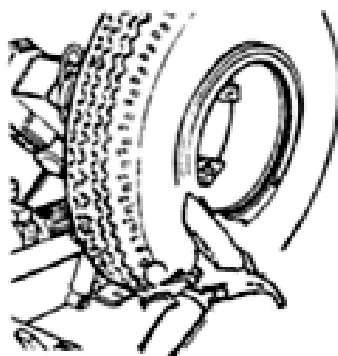

Fig 24
(1) Зафиксируйте обод, поверните его так, чтобы отверстие для ниппеля располагалось в крайней нижней точке. Смажьте оба борта шины и обод специальным смазочным материалом.
(2) Установите шину на платформу. При работе с камерными шинами расположите обод так, чтобы отверстие для ниппеля оказалось в крайней нижней точке.
(3) Переведите платформу так, чтобы установить оба борта шины на обод.
(4) Переведите инструментальную консоль к внешней стороне колеса и опустите ее в рабочее положение. Диск для отрыва борта должен быть направлен на колесо. Вращая колесо, переведите диск вперед, чтобы вставить его под борт шины.
(5) Установите разъемное кольцо на обод и зафиксируйте стопорной гайкой (рис. 24).